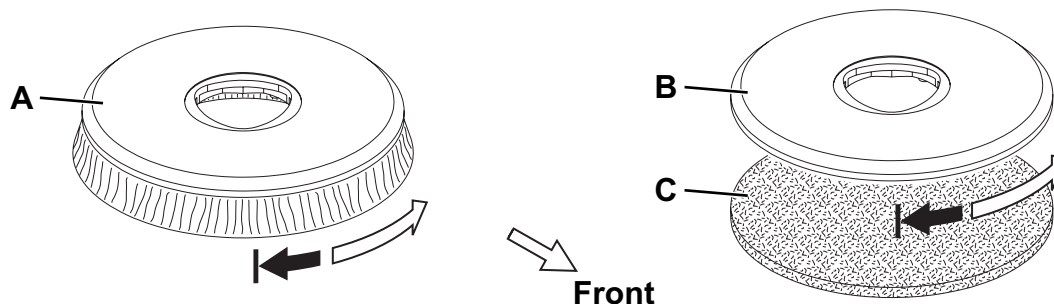

Figure 3
Selon le type de sol à nettoyer, il est possible d'installer la brosse (A, Fig. 3) ou le plateau support disque (B et C).
2. Soulever la tête porte-brosse / plateau support disque (13) en faisant levier sur le guidon (2).
3. Positionner la brosse (A, Fig. 3) ou le plateau support disque (B avec C) sous la tête.
4. Baisser la tête (13) au moyen du guidon (2).
5. Appuyer sur le bouton-poussoir (41) pour démarrer la machine.
6. Appuyer sur le boutons-poussoirs (47) pendant quelques secondes pour obtenir l'accrochage de la brosse / plateau support disque au moyeu de la tête (13). Si besoin est, répéter la procédure jusqu'à l'accrochage de la brosse / plateau support disque.